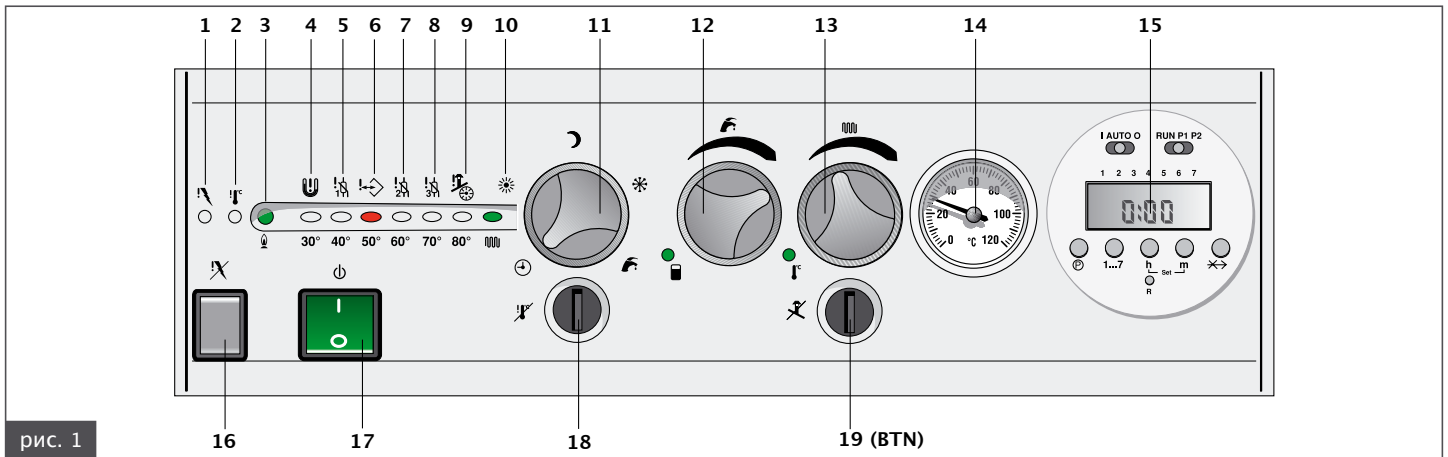

рис. 1
- Установить общий выключатель с подсветкой **17** (рис. 1) в положение **ON** (лампочка выключателя загорается).
- Когда отопительной системе необходима горячая вода, загорается индикатор **10** (рис. 1);
ВНИМАНИЕ: При включении котла после долгого простоя, особенно если котел работает на сжиженном газе, запуск котла может быть затруднен. В этом случае перед пуском котла включите какие-либо газовые приборы (например, кухонную плиту, духовку и т.п.). Даже после таких действий котел может запускаться с трудом и блокироваться один или два раза. Осуществляйте перезапуск котла с помощью клавиши **16** (рис. 1).